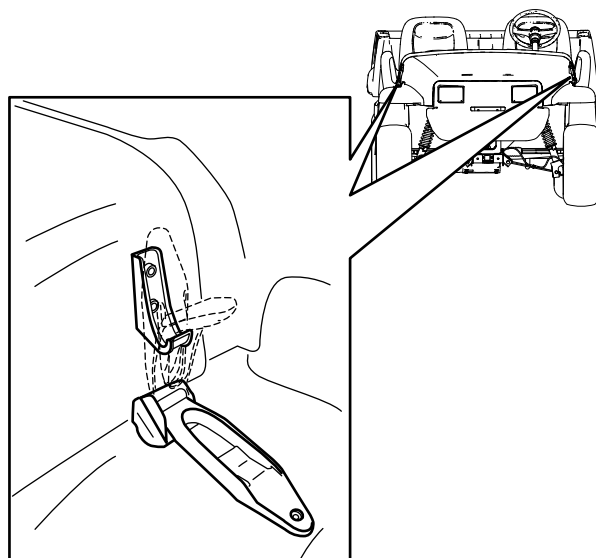

图 21
1. 向上提起机罩两侧橡胶门锁上的手柄（图 21）。
2. 将橡胶门锁与机罩两侧的锁锚对齐，固定机罩（图 21）。